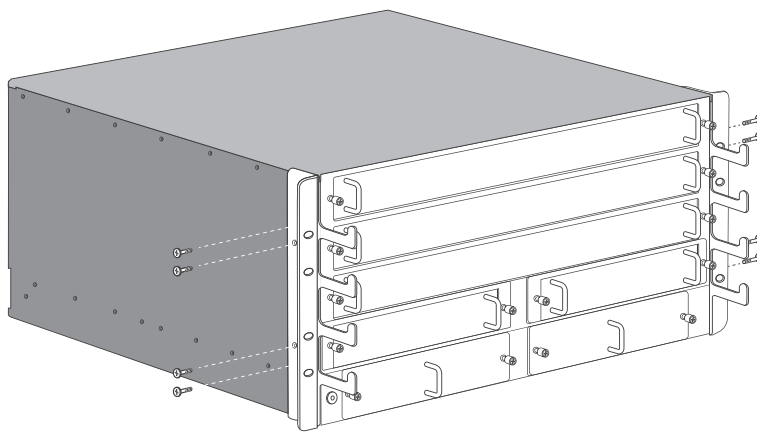

图2-1 理线架和角铁安装示意图
1. 将配件中的两个理线架和L型角铁分别安装在交换机面板的两侧，并用配件中提供的螺钉固定，如图2-1所示；